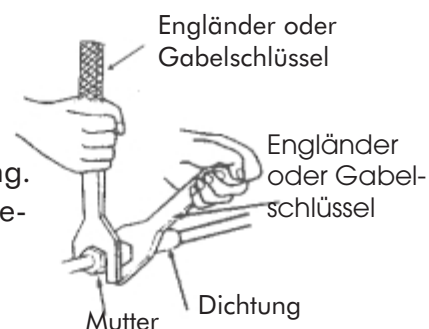

Abb. 7
2. Ziehen Sie die Muttern an wie in der Abbildung rechts (Abb. 7) angegeben.